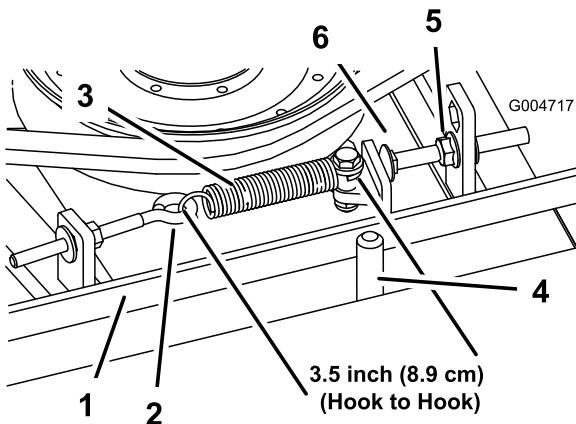

Figure 65
jusqu'à obtenir un jeu approximatif de 3 +1,5/0,0 mm entre la tête du boulon et le bras de la poulie de tension (Figure 65).
Remarque: La courroie doit être placée du côté ressort du guide (Figure 65).
2. Desserrez le boulon à œil pour pouvoir enlever le ressort d'extension (Figure 65).
3. Desserrez l'écrou à embase qui fixe le boulon de butée à la patte de montage. Reculez l'écrou suffisamment pour que le bras de la poulie de tension passe le boulon de butée (Figure 65). Éloignez la poulie de tension de la courroie pour détendre cette dernière.
- Raccrochez le ressort d'extension (Figure 65) au boulon à œil et tendez la courroie comme suit :